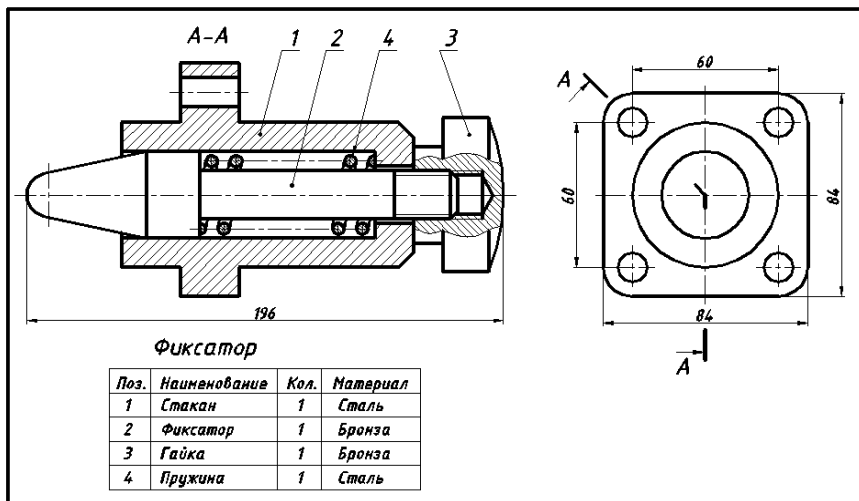

Рис. 21
**Задание.** По электронному сборочному чертежу изделия «Фиксатор» (рис. 21) выполнить твердотельные модели деталей; сборку с вырезом одной четверти. Загрузить чертеж: Задания для моделирования → Сборка\_Фиксатор.dwg.